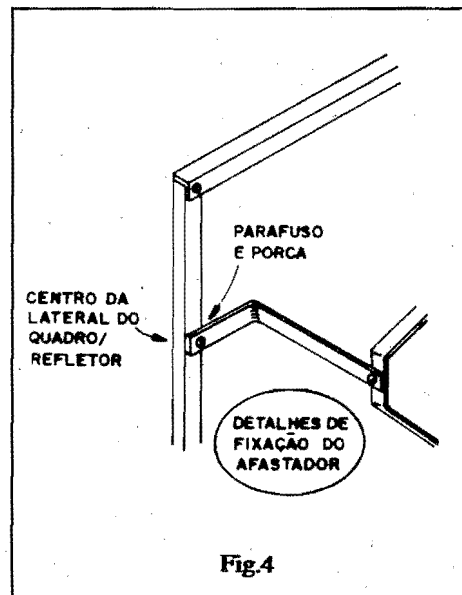

Fig.4
- **FIG. 4** - Detalhes da fixação da "borboleta" ao quadro/refletor, via afastadores em "L" (descritos na fig. anterior). Observar (isso é **IMPORTANTE**...) que o "braço" menor do afastador em "L" deve ser parafusado bem no **centro** da respectiva lateral do quadro/refletor (isso em cada lado da nossa antena). Pequenas diferenças no dimensionamento podem ser corrigidas "na forçada", no momento dessa fixação... Se o material utilizado foi o alumínio, uma "entortadinha" aqui, outra ali, ajudará, a fazer o conjunto posicionar-se... Durante essas eventuais "entortadinhas", contudo, lembrar do seguinte: **NÃO** deformar o quadro/refletor, **NÃO** deformar o duplo quadrado da "borboleta" e **MANTER** a distância de afasta-